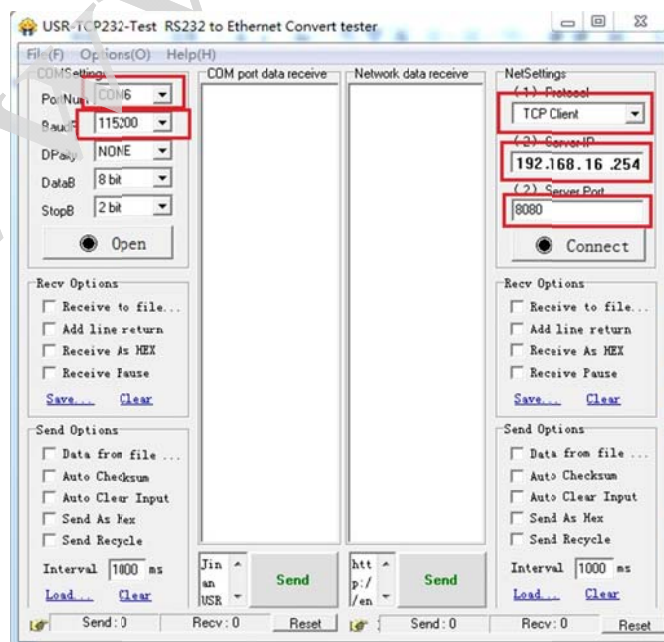

图 2-6 PC 网络串口软件调试简单设置
打开 wifi 模块的网络串口软件，先对软件进行一些简单的设置，如图 2-6 红色标记所示。
2) 在前面 1) 中连上 wifi 模块的网络 HI-LINK\_0021 后，再回到如图 2-6 所示的网络串口助手，点击左边串口设置部分的“Open”按钮，同时也点击右边 wifi 设置部分的“Connect”按钮。分别表示打开串口 COM6 和连接 WIFI 网络 HI-LINK\_0021。如图 2-9 红色标记所示。值得注意的是，若串口或者 wifi 网络没有连接上去，如图 2-9 所示的“Open”按钮和“Connect”按钮将无法设置，从而无法变成如图 2-9 所示的状态。